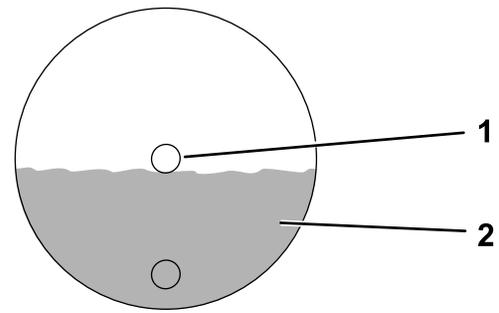

**Figura 60**
2. Aparque la máquina en una superficie nivelada hasta que el tapón de vaciado esté en la posición de las 6 (Figura 60), ponga el freno de estacionamiento y baje los brazos de carga.
5. Retire el tapón de verificación y el tapón de vaciado y deje que se vacíe el lubricante de engranajes (Figura 60).
6. Instale el tapón de vaciado (Figura 60).